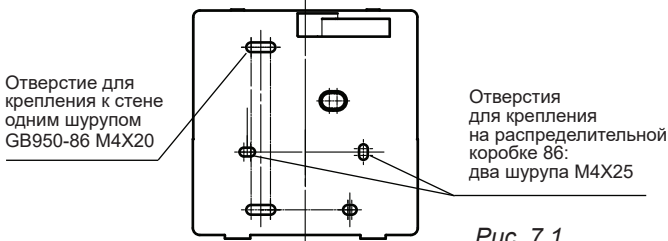

Рис. 7.1
3. Для установки задней панели на распределительной коробке 86 используйте два шурупа M4X25 GB823-88; для крепления к стене дополнительно используется один шуруп GB950-86 M4X20. (Рис. 7.1)